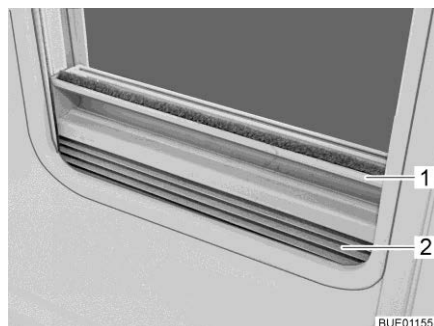

Fig. 35 Tendina oscurante pieghevole
- Chiusura:** ■ Afferrare la tendina oscurante pieghevole (Fig. 35,2) per la parte centrale della barra di presa (Fig. 35,1), tirarla dal basso verso all'alto e rilasciarla nella posizione desiderata. La tendina oscurante pieghevole rimane in questa posizione.